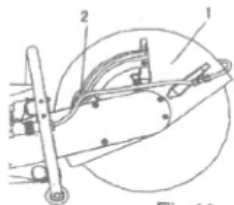

Fig 10
3. Reglarea apărătoarii discului (ref. Fig. 10) Apărătoarea discului (1) abate scânteele de la lucrător. Pentru a regla poziția acesteia, slăbiți mai întâi Butonul (2) de poziționare a apărătoarii discului, apoi mișcați apărătoarea discului în poziția dorită cu mâna. În final, strângeți Butonul (2) de poziționare, pentru a putea continua lucrul.